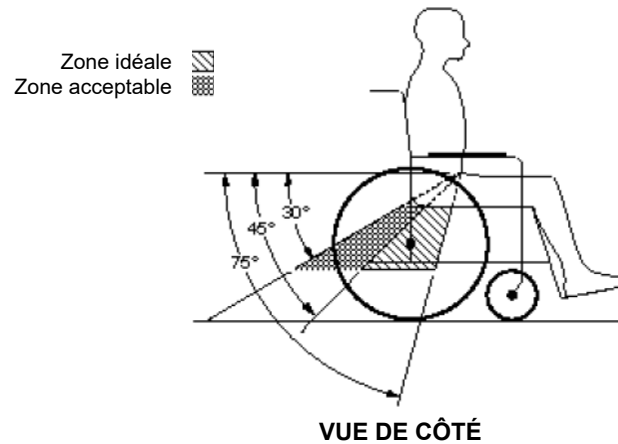

Figure 8 – Zones idéale et acceptable d'angles pour la ceinture pelvienne.
- 3) La ceinture pelvienne doit traverser le bas du bassin pour que son angle par rapport à l'horizontale se situe idéalement entre 45° et 75°, ou à la rigueur entre 30° et 45°, tel qu'illustré à la Figure 8.